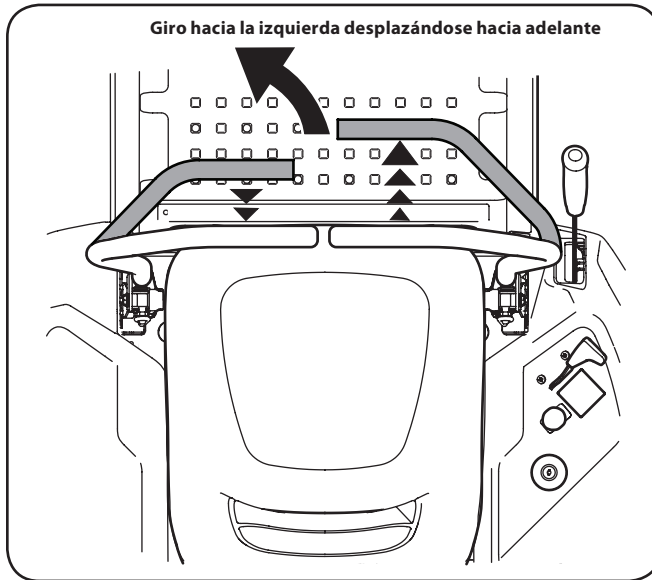

Figure 5-4
1. Para girar a la izquierda, mueva la palanca de control del lado izquierdo hacia atrás respecto de la palanca derecha. Consulte la Fig. 5-4.